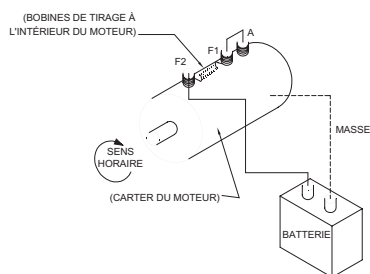

FIGURE 1
2. Reliez la borne de batterie positive (+) à la borne de moteur F-2 au moyen d'un autre fil (de calibre 6 minimum). Mettez la borne négative de la batterie (-) à la masse sur le carter du moteur (cf. figure 1). Le moteur doit alors fonctionner.